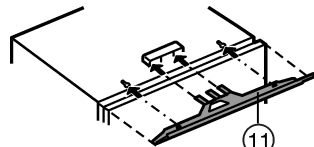

Fig. 9
- ▶ Ausgleichsblende Fig. 9 (11) mittig auf das Gerät montieren: in Stegaufnahme einschieben und in Schlüssellocher einhaken.